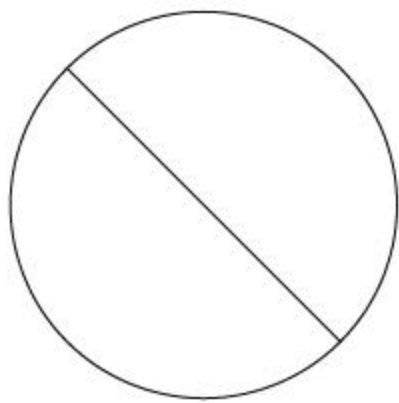

图8-63 旋转线段
- 03 调用RO【旋转】命令，设置旋转角度为45°，旋转线段的结果如图8-63所示。